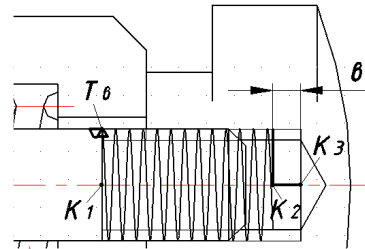

Рис. 39
- ◆ Постройте вспомогательный отрезок K3-K2 ( $b=5$  мм) (рис. 39).